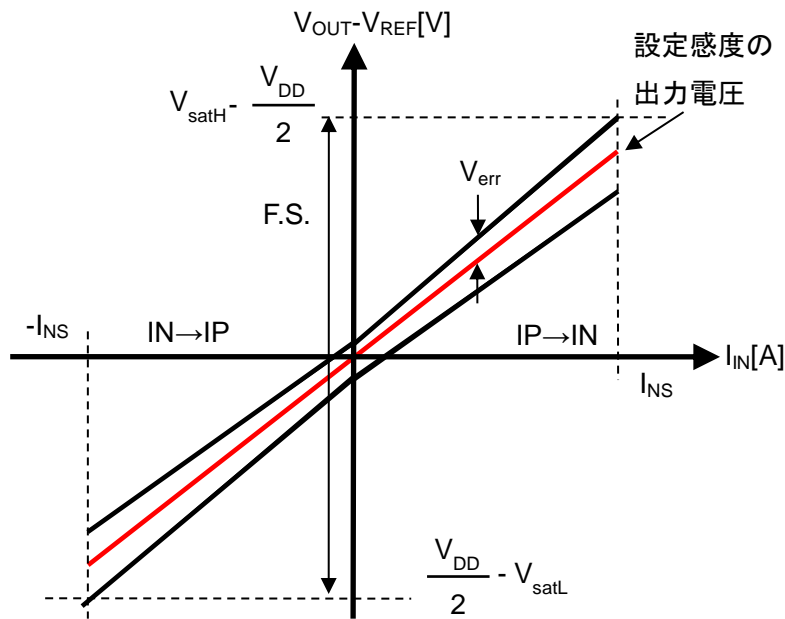

Figure 4. CZ-3704 の総合精度
10.4 総合精度 E_{total} [%F.S.]は以下のように定義します。(Figure.4 参照)